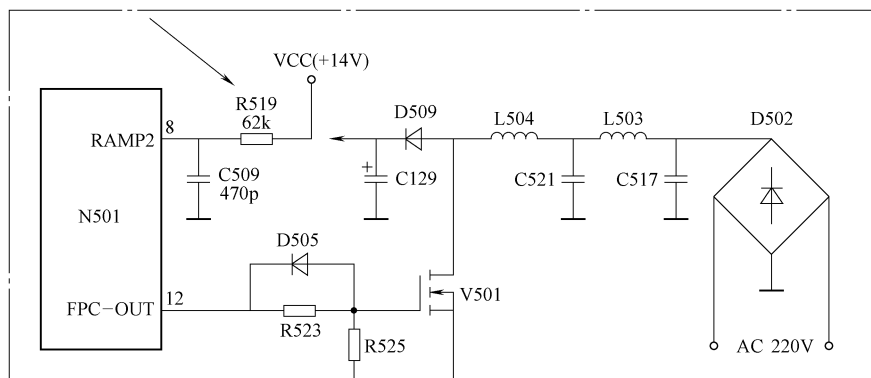

图 5-139 电阻 R519 相关电路截图
1) 电源板中异响一般由下列电路或元器件引起：①PFC 电路；②延迟导通电路；③反峰吸收电路；④变压器；⑤主滤波电容；⑥稳压环路；⑦PWM 振荡部分。
2) N501 的⑧脚为 PWM 锯齿波振荡器端，外接 C509、R519，为了决定 PWM 振荡的时间常数，如果 R519 失效，则会使杂波进入变压器而产生噪声。
3) 电阻 R519 相关电路截图如图 5-139 所示。